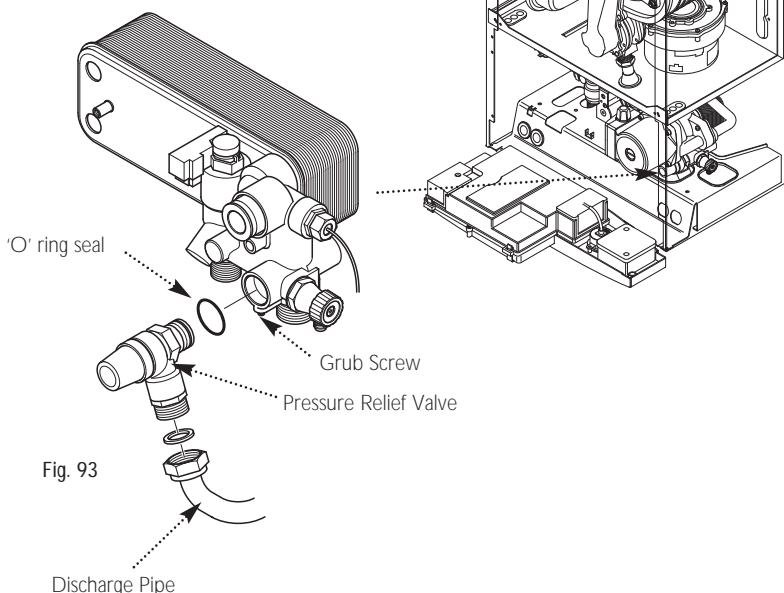

Fig. 93
14.19 Safety Pressure Relief Valve (Fig. 93)